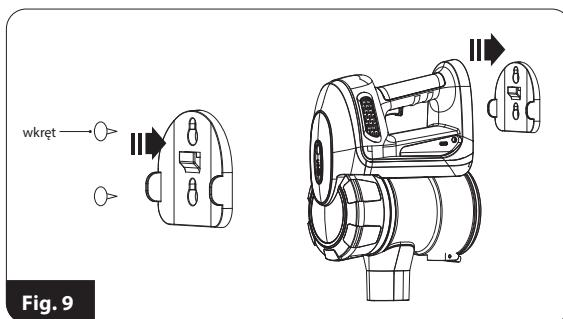

Fig. 9
- Draai de schroeven (fig. 9) maar niet helemaal vast, zodat u de montagebeugel wand gemakkelijk kunt bevestigen.